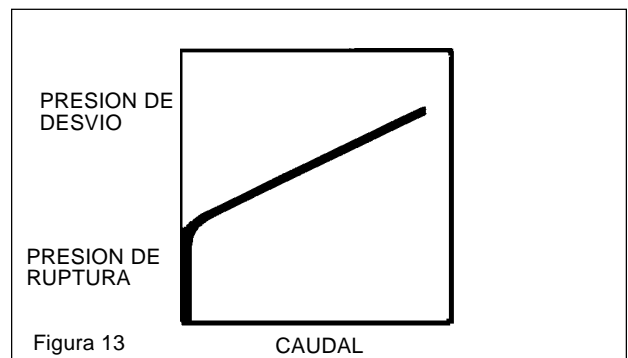

Figura 13
I. El diseño de una cierta válvula de seguridad tendrá una curva característica como la que se muestra. (Vea la figura 13) La "presión de ruptura" puede fijarse normalmente ajustando el resorte, o ajustando la presión neumática, etc. El flujo empezará a desviarse cuando se alcance esta "presión de ruptura". Al aumentar el caudal por el desvío, también aumentará la presión del sistema.